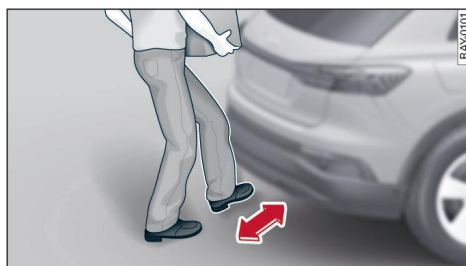

Fig. 29 Parte trasera del vehículo: Movimiento del pie (ejemplo)
- Mueva su pie una vez, pasándolo por debajo del parachoques, hacia delante y hacia atrás $\Rightarrow$ *fig. 29*. No lo toque al hacerlo. Asegúrese de no perder el equilibrio. El portón del maletero se abre/cierra¹⁾ si el sistema ha detectado el